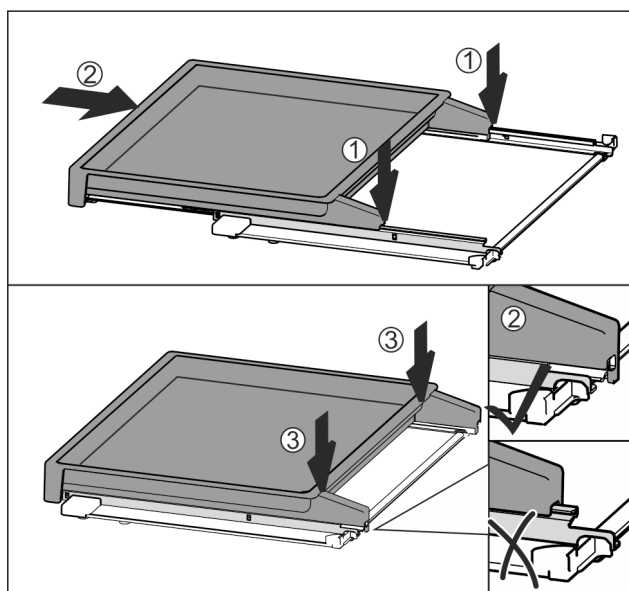

Fig. 79
- ▶ Appoggiare centralmente sulle guide Fig. 79 (1).
- ▶ Spingere completamente il ripiano estraibile Fig. 79 (2).
- ▶ Premere sul lato posteriore fino ad avvertire l'innesto Fig. 79 (3).